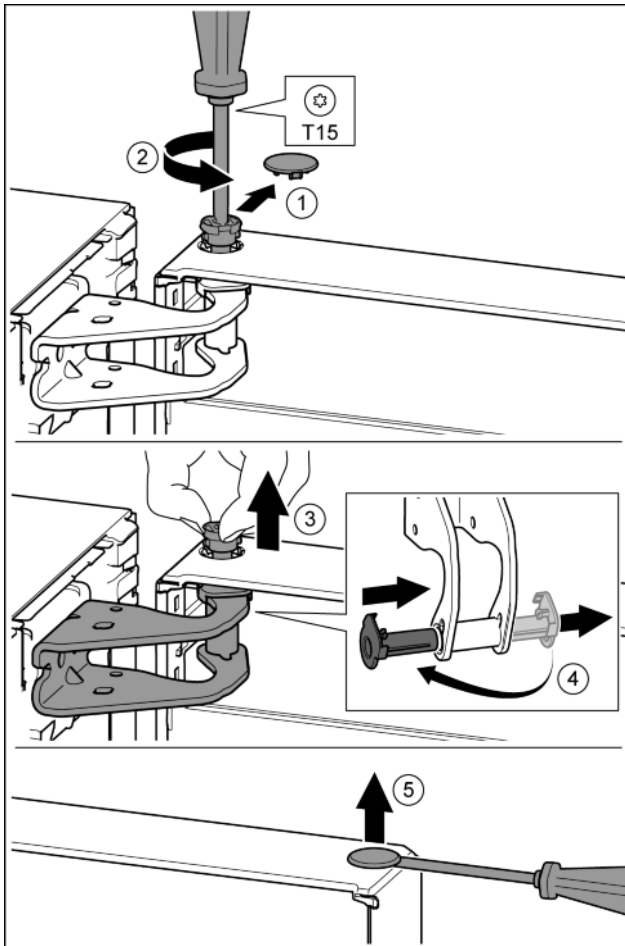

Fig. 12
- ▶ Enlever délicatement le cache de sécurité. Fig. 12 (1)
- ▶ Dévisser légèrement le boulon avec un tournevis T15. Fig. 12 (2)
- ▶ Tenir fermement la porte et sortir le boulon avec les doigts. Fig. 12 (3)
- ▶ Tirer la douille de palier en dehors du guide. La mettre de l'autre côté et l'enclencher. Fig. 12 (4)
- ▶ Soulever délicatement le bouchon en dehors de la douille de palier de porte avec un tournevis plat et le sortir. Fig. 12 (5)